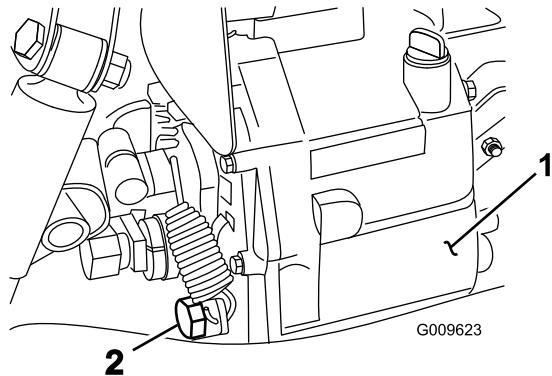

Figura 62
2. Retire el tapón de vaciado del lado del depósito y deje que se drene el fluido hidráulico en el recipiente (Figura 62).